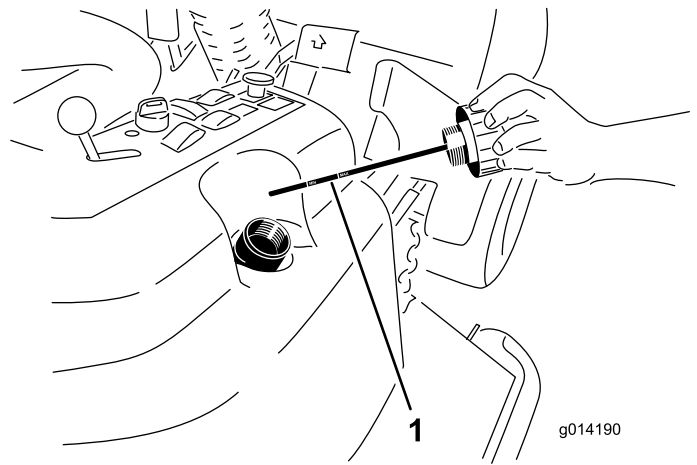

Figura 40
2. Retire el tapón de llenado de aceite hidráulico (Figura 40) del cuello de llenado.
3. Retire la varilla y límpiela con un paño limpio (Figura 40).
4. Introduzca la varilla a fondo en el cuello de llenado; luego retírela y compruebe el nivel del aceite (Figura 40).